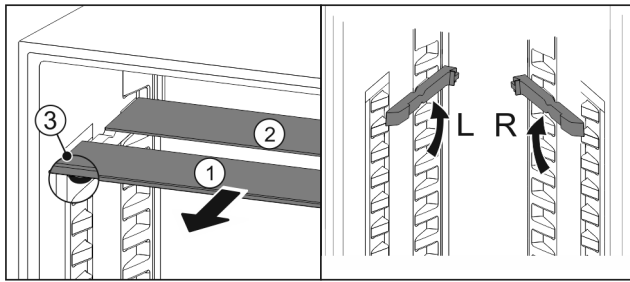

Fig. 19
- ▶ Sortir les tablettes par l'avant Fig. 19 (1).
- ▷ La tablette en verre Fig. 19 (1) avec bordure décorative est située à l'avant.
- ▷ Les butées Fig. 19 (3) sont orientées vers le bas.